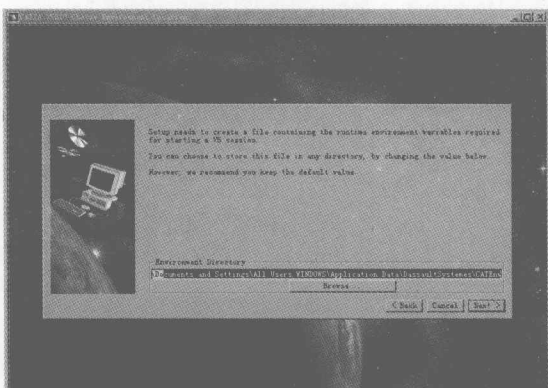

图 1-3 安装提示界面 3
- （3）单击 Next 按钮，出现如图 1-3 所示的提示框，输入或选择环境变量保存地址。